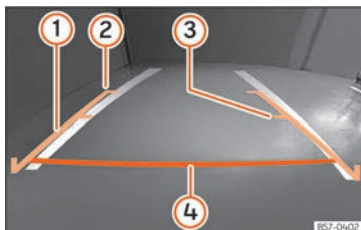

Fig. 200 Visualização no ecrã do sistema de infotainment: linhas de orientação.
- A carga do veículo modifica a representação das linhas de orientação »» Fig. 200. A largura que as mesmas representam, diminui com o nível de carga. Preste atenção ao espaço envolvente quando o interior ou a bagageira estiverem carregados.
» **Fig. 200**